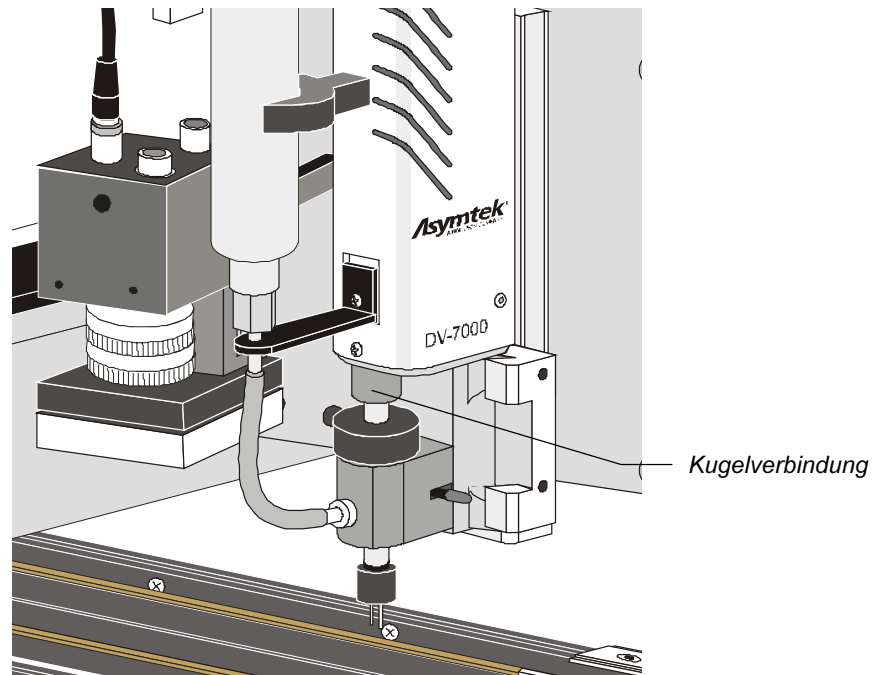

Abbildung 2-12 Kugelverbindung
6. Schalten Sie die Ausgabeleistung EIN und überprüfen Sie die Richtung der Kugelverbindung. Von oben gesehen sollte sie sich im Uhrzeigersinn drehen. Siehe Abbildung 2-12.